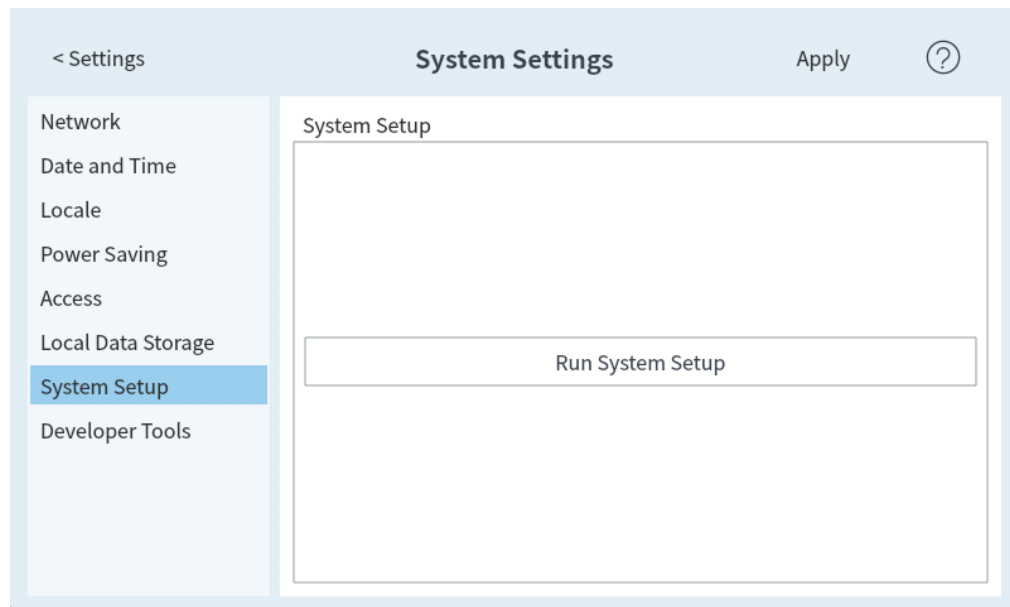

Figura 57. Página de configuración del sistema
1. En la página de ajustes del sistema (System Settings), seleccione la página **Configuración del sistema (System Setup)**. Se abrirá la página de configuración del sistema. Consulte la Figura 57.